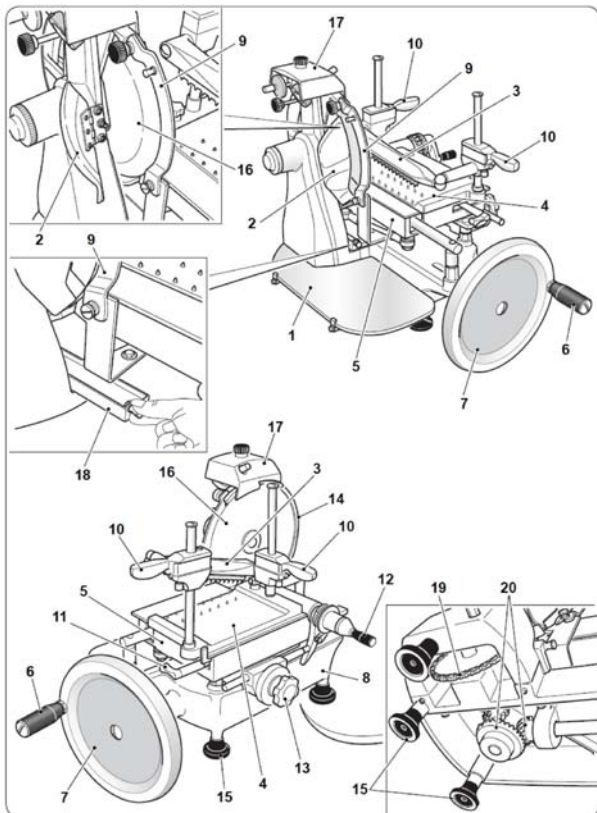

Fig. 2
- Limpie todas las piezas desmontadas y el cuerpo de la máquina sólo agua caliente (a una temperatura no inferior a 30 ° C) y un detergente lavavajillas biodegradable espumosa. Utilice un paño suave y esponjoso, si es necesario, un cepillo de nylon para las áreas de puntas del soporte de producto (Fig. 2, # 4) y el empujador (Fig. 2, # 3).
La base (Fig. 2, No. 8) y las piezas pintadas se puede limpiar con un paño suave y evitando el uso de detergentes abrasivos.
ADVERTENCIA: SIEMPRE limpiar la hoja (Fig. 2, # 16) con el protector de la hoja (Fig. 2, No. 9) equipados.
No utilice detergentes para limpiar la hoja (Fig. 2, No. 16).
- **Engrasar carril de guía de carro (Fig. 2, nº 5) y el soporte del producto (Fig. 2, # 4) y los puntos de lubricación.**
- **Engrasar la cadena (Fig. 2, # 19) y el engranaje cónico (Fig. 2, No. 20).**
- Afilan la hoja (Fig. 2, No. 16) de forma periódica o por lo menos una vez cada 6 meses.
- Retire la bandeja de recogida de grasa (Fig. 2, # 18) y el aceite de la boquilla (figura 29).
ADVERTENCIA: SIEMPRE trabajar con el protector de la hoja (Fig. 2, No. 9) equipados adecuadamente.
- Girar el volante (Fig. 2, # 7) mientras pulsa el botón "X" y llevar a cabo alrededor de 20 a 30 revoluciones blade.
- Girar el volante (Fig. 2, # 7) de nuevo mientras pulsa el botón de "K" y realizar 1 ó 2 vueltas de hoja.
- Levante la máquina de cortar y aplicar 3 a 4 gotas de lubricante suministrado a la cadena (Fig. 2, # 19) y los engranajes (Fig. 2, # 20).
ADVERTENCIA: Siempre consulte Omcán lo que respecta a la retirada y eliminación de la hoja (Fig 2, # 16.) Por lo que la eliminación puede realizarse con total seguridad.